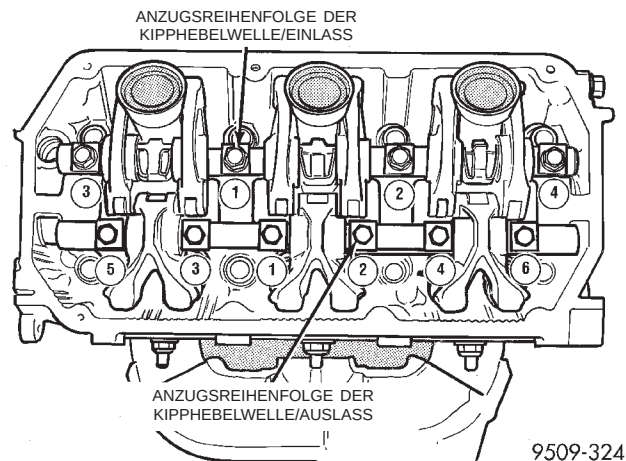

Abb. 38 Anzugsreihenfolge/Kipphebelwelle
- (2) Schrauben mit einem Anzugsmoment von 31 N·m (276 in. lbs.) in der in (Abb. 38) gezeigten Reihenfolge festziehen.
- (3) Hydrostößelhalter (Spezialwerkzeug MD-998443) von den Kipphebeln abbauen.